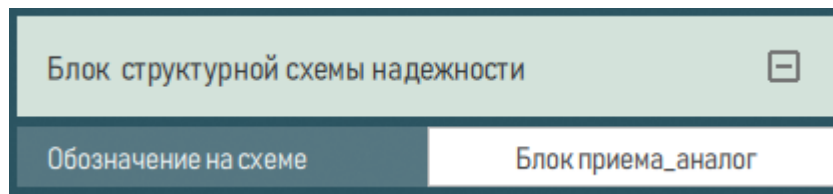

Рисунок 298 – Ввод данных в поле «Обозначение на схеме»
- 4) В группе полей «Блок структурной схемы надежности» в поле «Обозначение на схеме» отредактировать обозначение блока (рисунок 298).